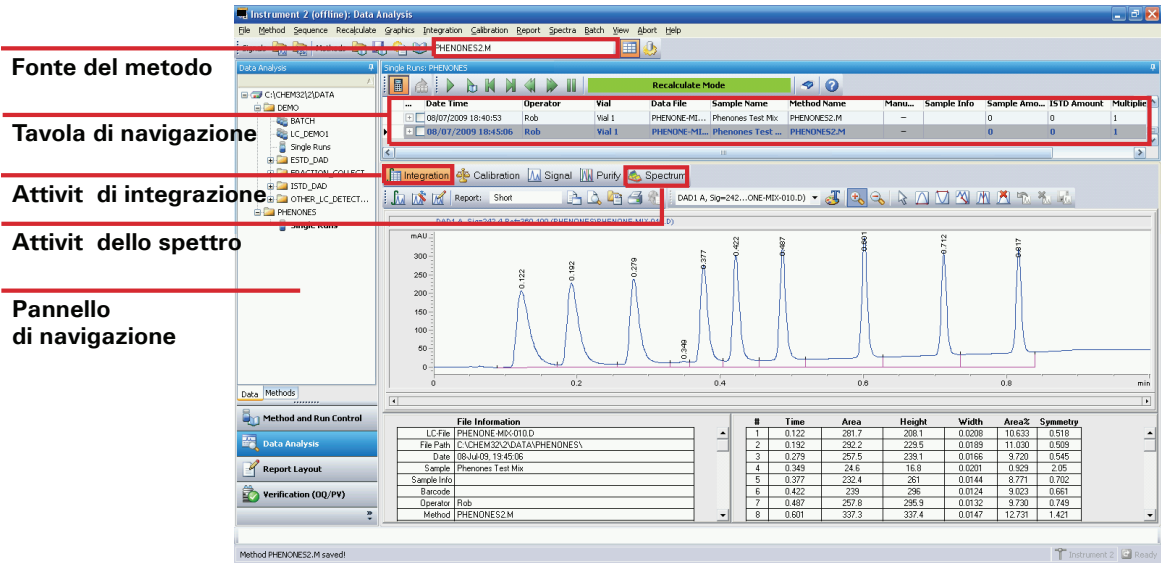

Figura 34 Schermata dell'analisi dei dati
- 2 fare clic sul pulsante Analisi dei dati sulla parte in basso a sinistra dello schermo (vedere Figura 34, pagina 110).